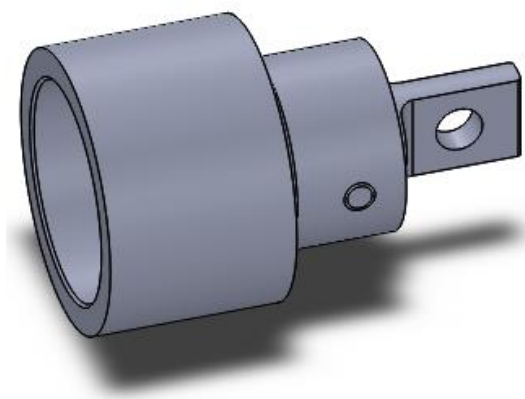

Рисунок 4.15 – Готова деталь
22. Кінцевий вигляд збірки представлений на рисунок 4.15.